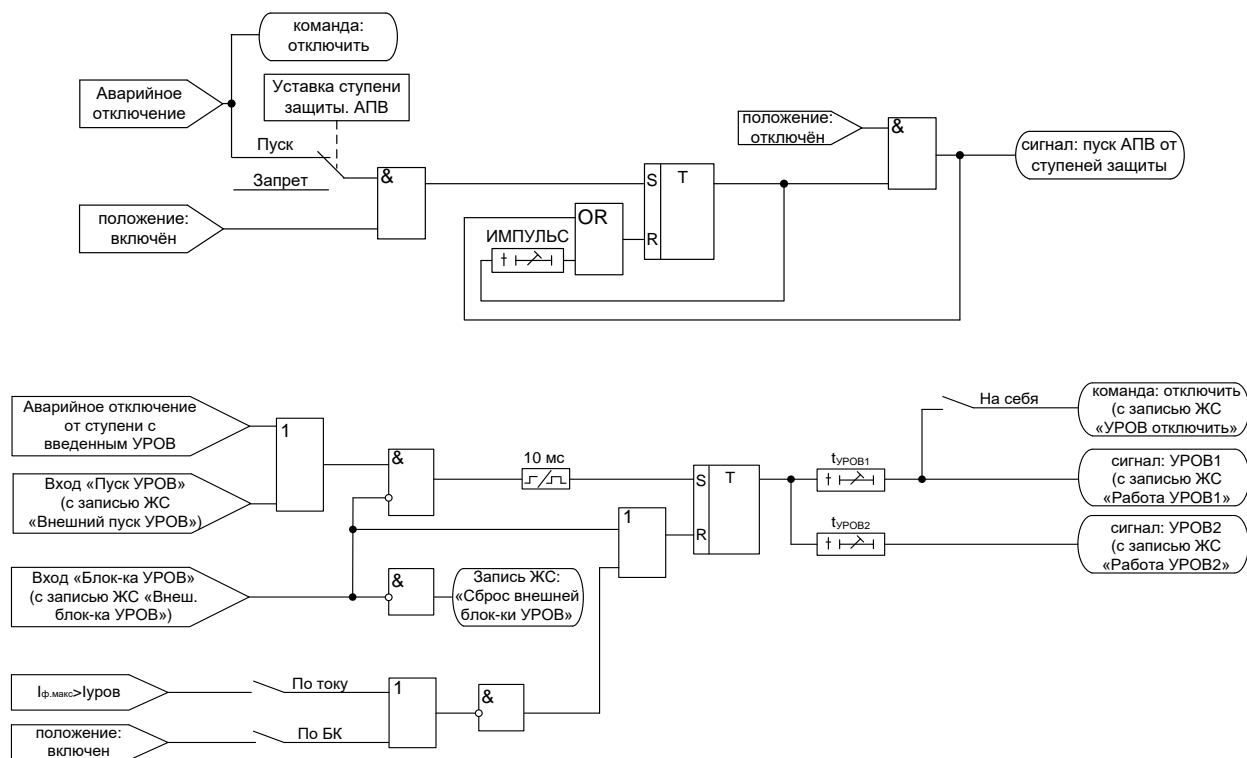

Рисунок 5.5 – Логика работы МР76Х при аварийном отключении
1. Выдаётся команда «отключить» (рисунок 5.5).